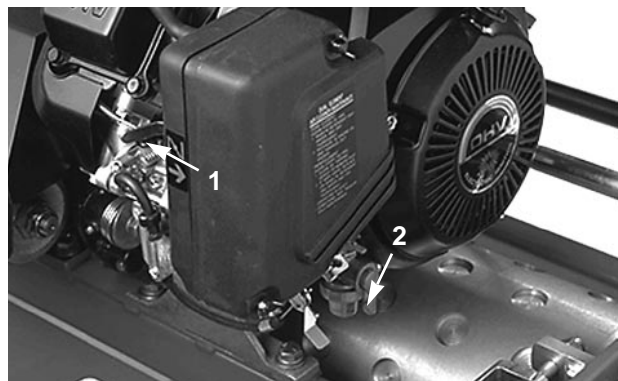

Bild 15
Chokehebel (Bild 15)—Links vorne am Motor. Der Hebel hat zwei Stellungen: RUN [Lauf] und CHOKE. Den Hebel beim Anlassen eines kalten Motors auf CHOKE stellen. Wenn der Motor angesprungen ist, den Hebel auf RUN stellen.
Kraftstoffhahn (Bild 15)—Links vorne am Motor. Der Hahn hat zwei Stellungen: CLOSED [Geschlossen] und OPEN [Offen]. Den Hebel vor Lagerung und Transport der Maschine auf GESCHLOSSEN stellen. Vor Anlassen des Motors den Hebel auf OFFEN stellen.
2. Den Kraftstoffhahn am Motor (Bild 15) öffnen.
5. Den Chokehebel (Bild 15) halboffen stellen, wenn der Motor kalt gestartet wird. Wenn der Motor schon warmgelaufen ist, kann Choke u.U. überflüssig sein.